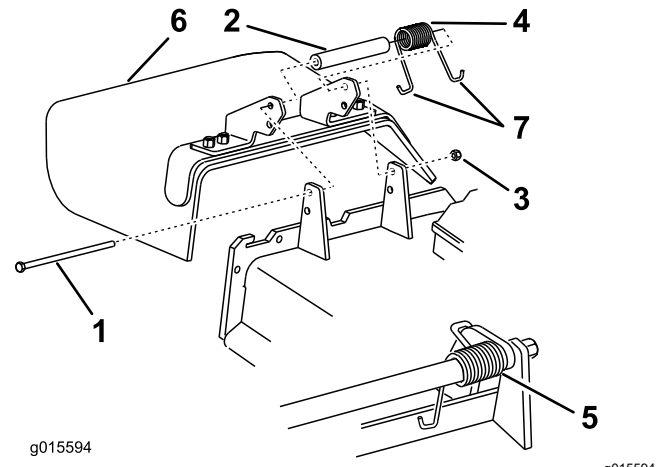

Figure 121
Remarque: Prenez soin de placer une extrémité en J du ressort derrière le bord du tablier avant de mettre le boulon en place, comme montré à la Figure 121.
6. Placez une extrémité en J du ressort autour du déflecteur d'herbe (Figure 121).
1. Retirez le contre-écrou, le boulon, le ressort et l'entretoise qui fixent le déflecteur aux supports de pivot (Figure 121).
2. Enlevez le déflecteur s'il est endommagé ou usé (Figure 121).